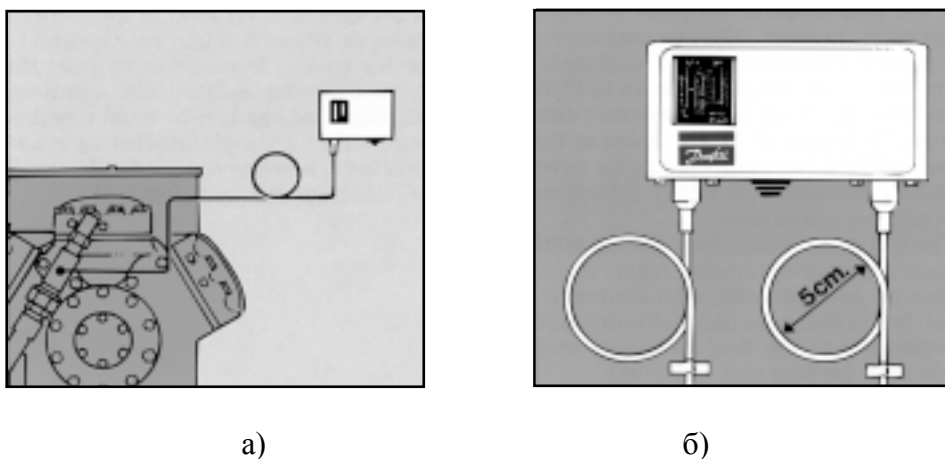

Рис. 9. Способ крепления излишка импульсной трубки
- при монтаже непосредственно на компрессоре укреплять трубку таким образом, чтобы она вибрировала вместе с ним. Излишек трубки свернуть в кольцо (рис. 9а);